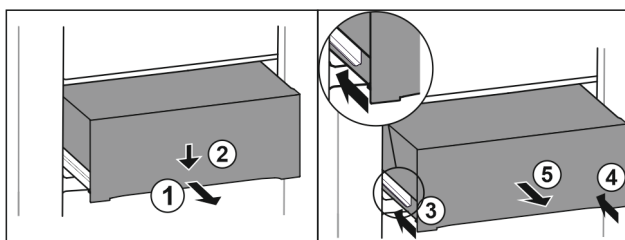

Fig. 90
- Tirer le tiroir jusqu'à mi-chemin. Fig. 90 (1)
- Appuyer sur l'avant du tiroir vers le bas. Fig. 90 (2)
- Insérer le rail gauche d'env. 2 cm. Fig. 90 (3)
- Insérer le rail droit d'env. 2 cm. Fig. 90 (4)
- Retirer le tiroir par l'avant. Fig. 90 (5)